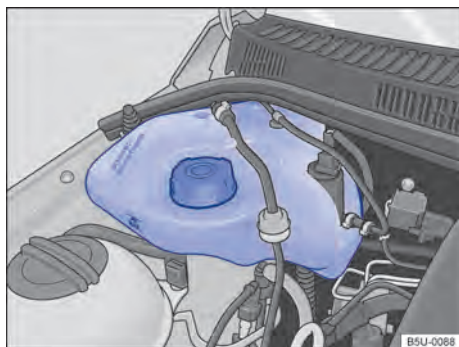

Fig. 207 No compartimento do motor: reservatório de gasolina para o sistema de partida a frio.
O reservatório de gasolina do sistema de partida a frio encontra-se no compartimento do motor, no lado direito → **Fig. 207**.
- Nunca ultrapassar a marca "MAX" indicada no reservatório → **Fig. 207**.